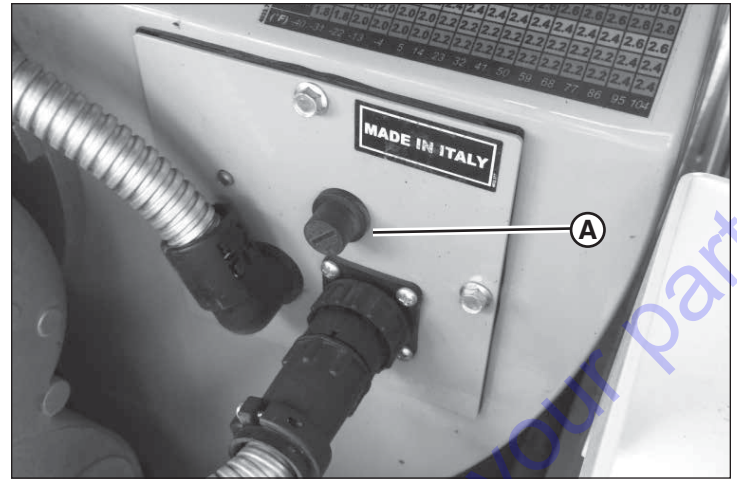

Figure 41
- Si le brûleur ne redémarre pas automatiquement, réinitialiser l'appareil de chauffage. Dévisser le couvercle en plastique (A, Figure 41) protégeant le bouton de réinitialisation sur l'arrière de l'appareil de chauffage. Appuyez sur le bouton reset (redémarrer). Réinstaller le couvercle protecteur.